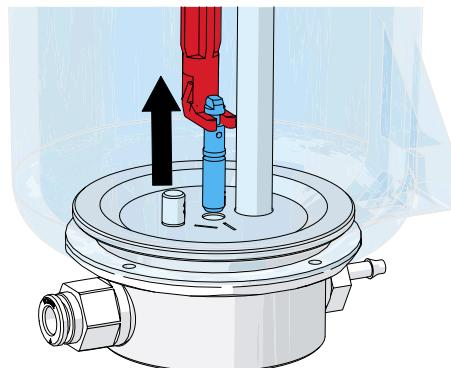

図 11
- ⇒ 流入ノズルを工具でしっかりと保持して、上に引っ張って下さい（図11）。